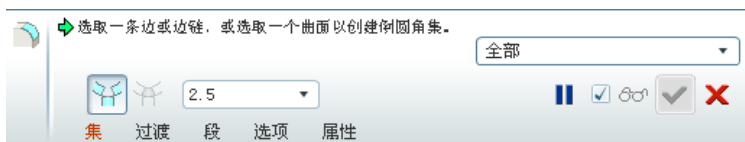

图 5.13.2 圆角特征操控板
Step2. 选择 **插入(I)** **倒圆角(R)...** 命令，系统弹出图 5.13.2 所示的操控板。